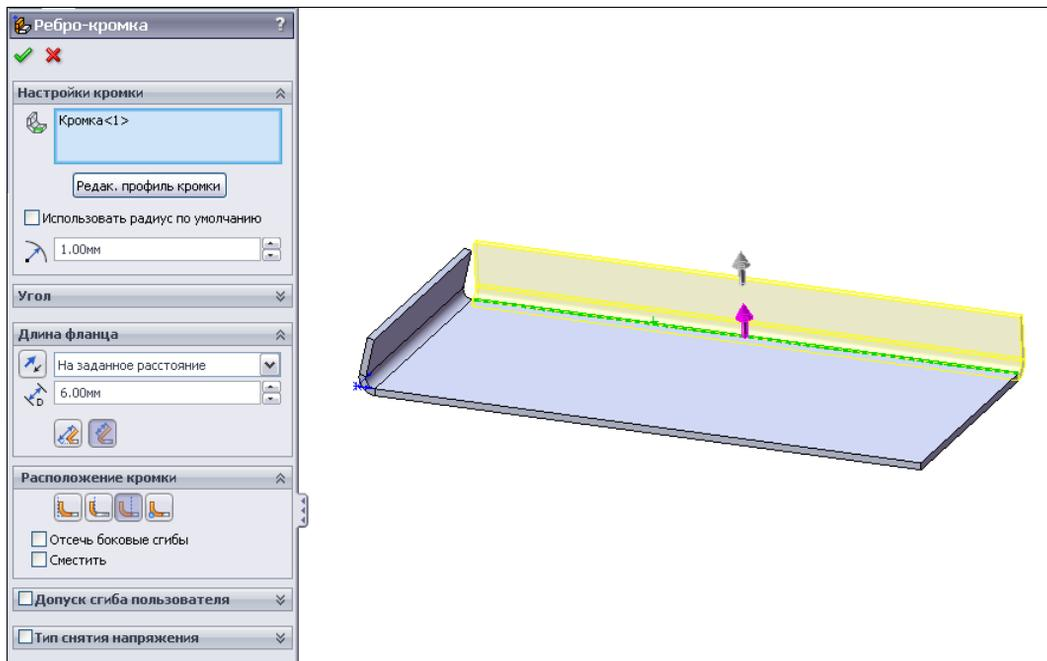

Рис. 4.37
- Закончим построение боковой стенки, нажав кнопку **ОК** . Построим следующую кромку, используя команду  — **Ребро-кромка** (рис. 4.37).